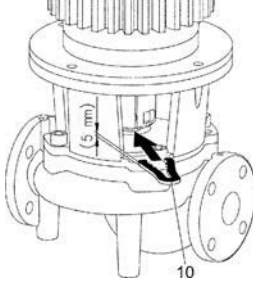

Fig. 19: Montaj çatalının yerleştirilmesi
- Montaj çatalı (Fig. 19, Poz. 10), braket ile kaplin arasına itilmelidir. Montaj çatalı boşluksuz bir şekilde yerleşmelidir.